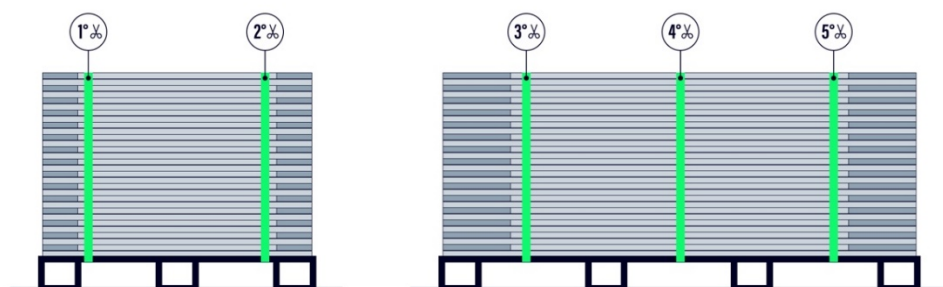

Figura 22: ordine di rimozione delle cinghie interne della scatola.
- c) Tagliare le 5 cinghie interne (Figura 22).